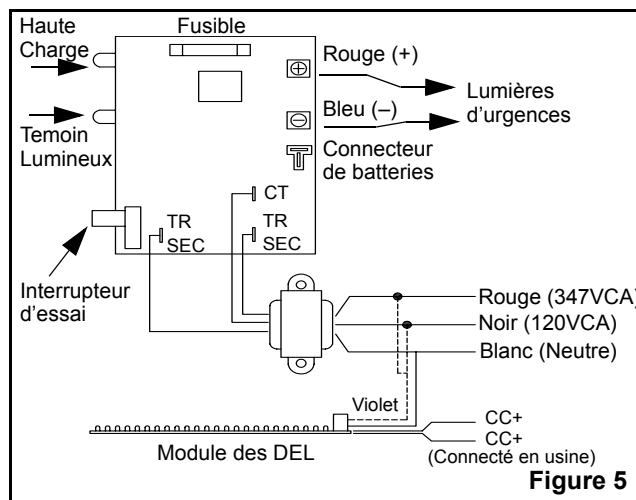

Figure 5
5. Effectuer les connexions nécessaires: l'unité accepte une tension de 120Vca ou 347Vca (voir fig.5). **Pour opération à 120Vca:** raccorder le fil violets et le fil noir au service de l'édifice (120V) et le blanc au neutre. **Pour opération à 347Vca:** raccorder le fil violet et le fil rouge au service de l'édifice (347V) et le blanc au neutre. Pousser les fils dans la boîte de jonction.